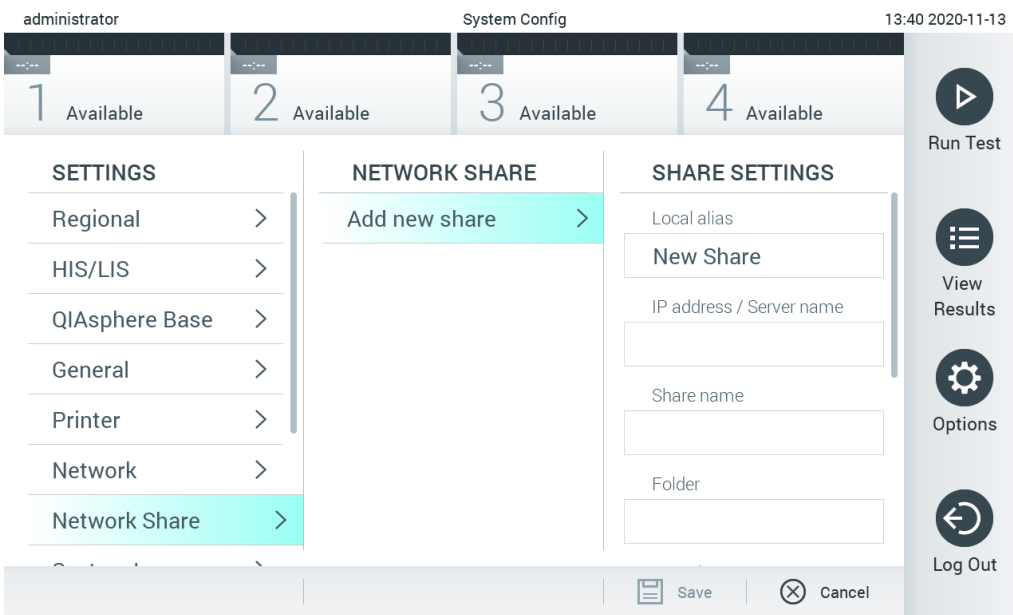

图 76. 添加新网络共享。
3. 按下 Add new share（添加新共享）按钮（图 76）。